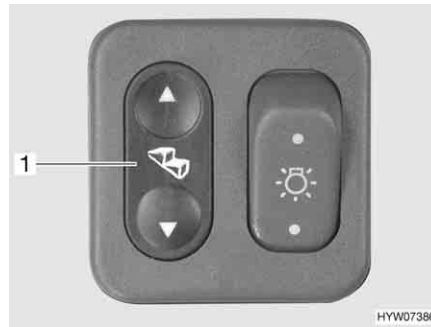
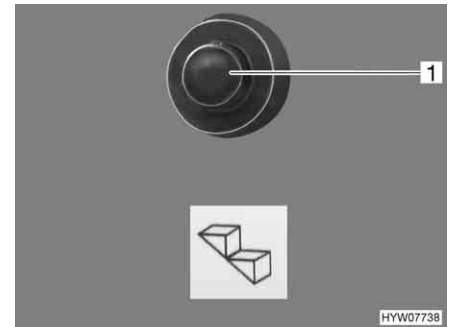

Bild 4 Wippschalter für Eintrittstufe
Bild 5 Druckschalter für Eintrittstufe
- Den Wippschalter (Bild 4,1) im Eingangsbereich bzw. den Druckschalter (Bild 5,1) am Armaturenbrett im Fahrerhaus drücken.